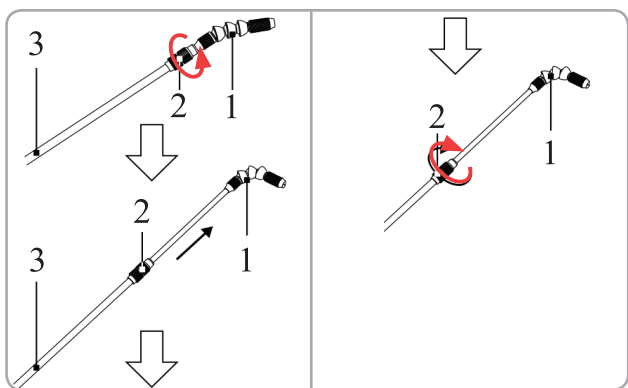

Fig.8
**Indicație:** Puteți de asemenea să prelungiți tija de pulverizare (3) prin deșurubarea contrapiuliței (2) de lângă duza de stropire (1) contrar sensului acelor de ceasornic și tragerea în afară a prelungirii. Strângeți din nou contrapiulița (2) Fig 8